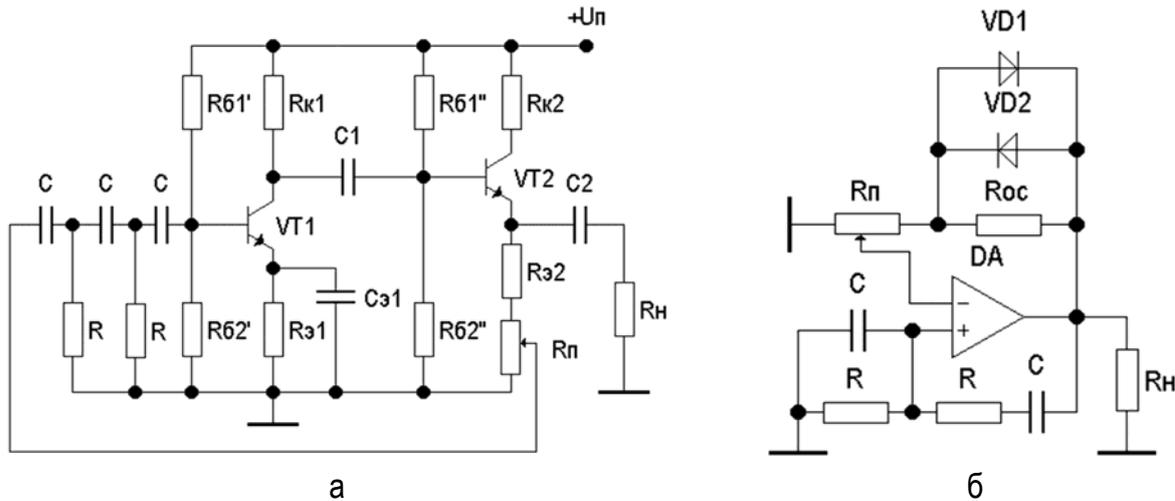

Рис. 14.3
В данной работе исследуются транзисторный двухкаскадный RC -автогенератор с поворотом фазы в цепи ОС на 180° и RC -автогенератор без поворота фазы на операционном усилителе с мостом Вина в цепи ОС (рис. 14.3).
Автогенератор с фазовращающей RC -цепью (рис. 14.3а) состоит из двухкаскадного инвертирующего усилителя (ОЭ–ОК) и фазовращающей RC -цепи, у которой фазовый сдвиг в 180° имеет место на единственной частоте
Для стабилизации амплитуды генерируемых колебаний в схеме RC -автогенератора с мостом Вина (рис. 14.3б) параллельно резистору R_2 в цепи ООС дополнительно включают диоды (т.е. вводят симметричную нелинейную обратную связь). Такая схема показана на рисунке 14.3б. С помощью потенциометра здесь задаётся необходимый коэффициент усиления усилителя, который в соответствии с (14.4) в данном случае
- изучить принципиальную схему генератора с поворотом в цепи ОС (рис. 14.3а и рис. 14.5);